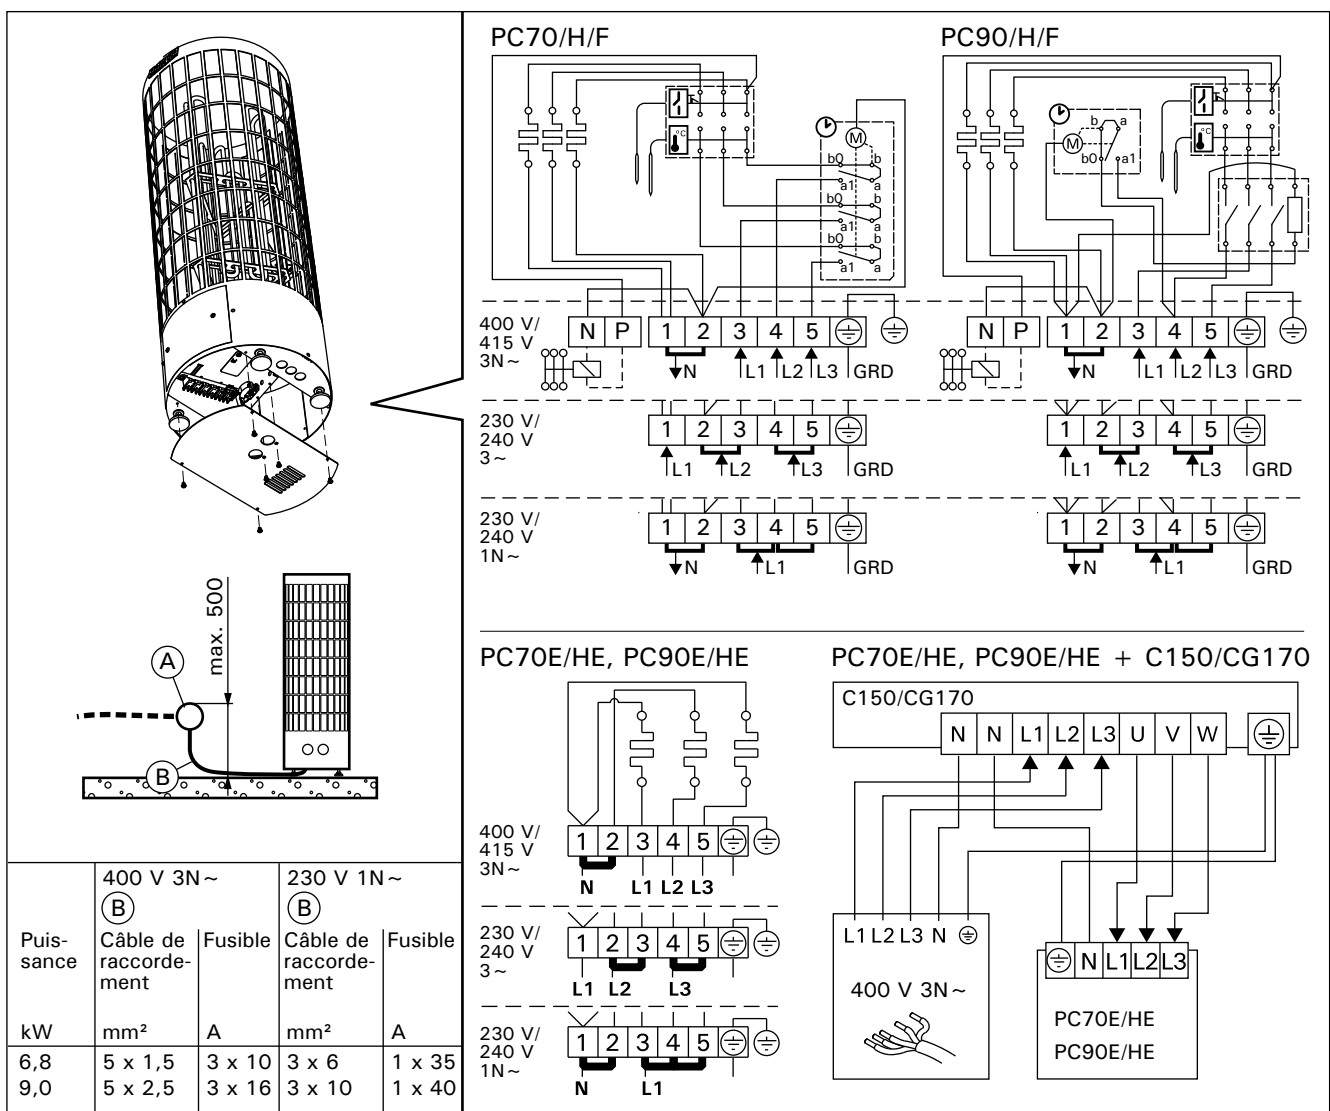

Figure 7. Raccordement électrique
- Le poêle est connecté de façon semi-fixe au boîtier de jonction (figure 7: A) situé sur le mur du sauna. Le boîtier de jonction doit être étanche aux éclaboussures. Sa hauteur par rapport au sol ne doit pas dépasser 500 mm.
- Le câble de raccordement (figure 7: B) doit être un câble caoutchouté de type H07RN-F ou équivalent. **NB ! Le recours à un câble isolé en PVC comme câble de raccordement est interdit en raison de sa sensibilité à la chaleur.**
- Le centre de commande (poêle PC/-H/-F) est équipé, parallèlement aux bornes de secteur, d'une borne (P) permettant le contrôle du chauffage électrique (figure 7). La commande de tension est transmise depuis le poêle lorsque ce dernier est allumé. Le câble de contrôle du chauffage électrique est relié directement au boîtier de jonction du poêle, d'où il continue au moyen d'un câble de raccordement caoutchouté épais vers le connecteur à ligne du poêle.